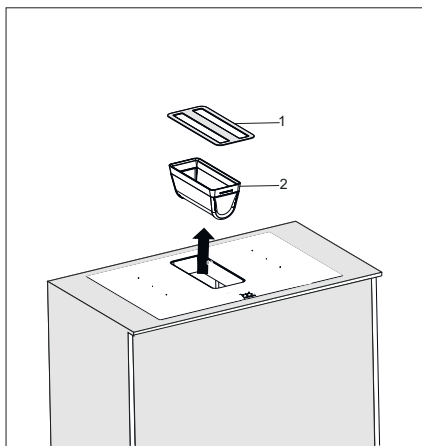

Fig. 14
1. ➤ För att ta bort fettfiltret måste den vändbara dekorationsplatta först tas bort i pilens riktning (bild 14).